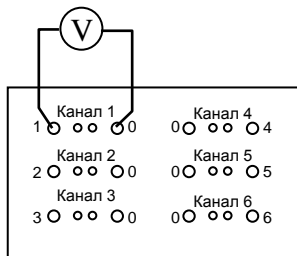

Рисунок 2. Пример подключения однофазного вольтметра
6.5. На рис. 2 изображена схема подключения однофазного вольтметра к каналу 1. При этом в программе по каналу 1 тип регулируемого параметра должен быть выставлен в напряжение. Задание действующего значения на всех каналах, кроме первого, должно быть выставлено в 0.